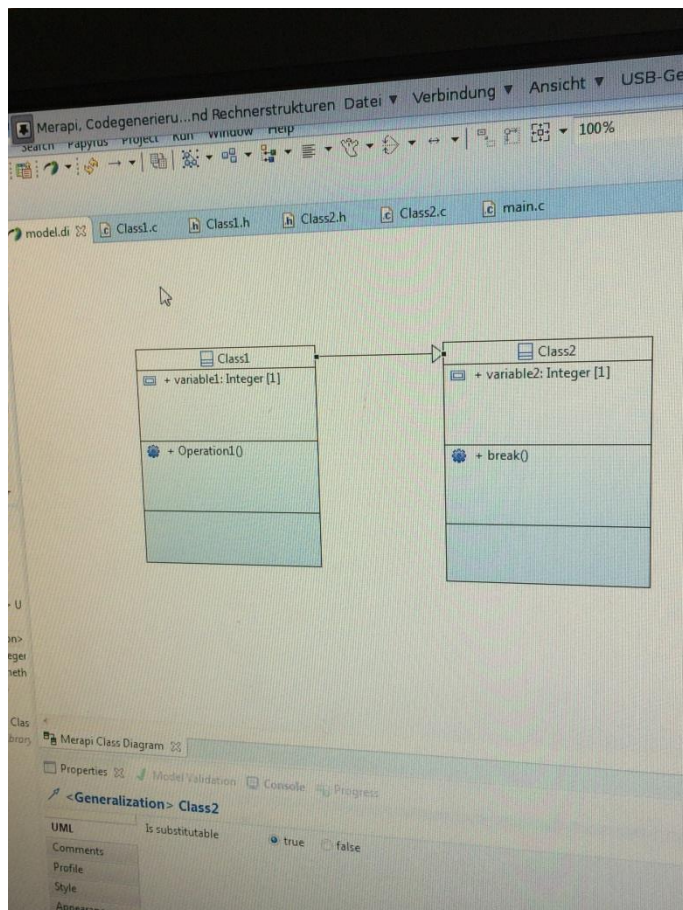

Abbildung 18: Generator Class Diagram
- ➔ Auf diesem Klassendiagramm(Abbildung 18) stehen Class1 und Class2 die mit eine Aggregation zueinander verkoppelt sind